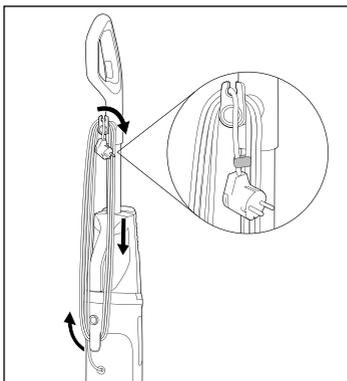

Fig. 3
- ◆ Enroulez le cordon d'alimentation **17** entièrement autour du support de cordon supérieur et inférieur **16/20** (voir fig. 3).